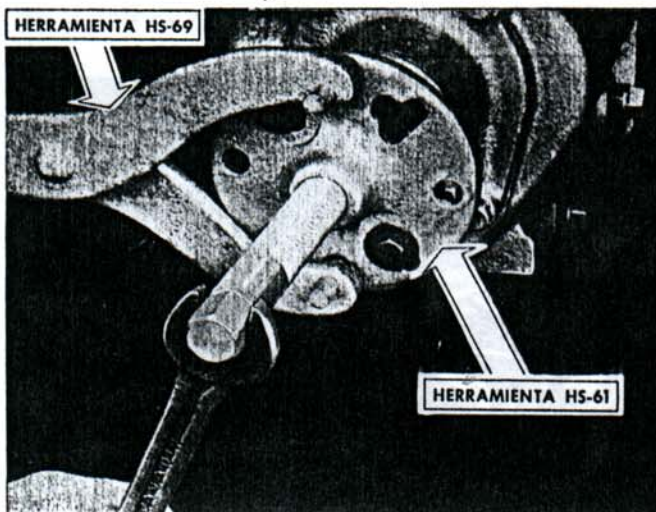

Fig. 86. — Extrayendo la horquilla de la junta universal (caja simple tracción).
2. Sacar la brida de la junta universal con el extractor HS-61 (Fig. 86).